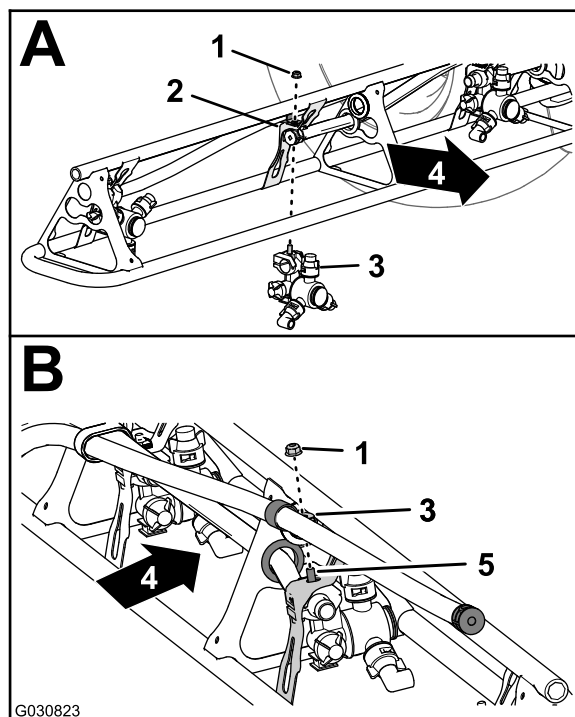

Рисунок 130
- В положениях сопел 1 и 4 установите распылительное сопло на крепление сопла (вид А на Рисунок 130) при помощи фланцевой контргайки (5/16 дюйма), снятой при выполнении пункта 2 раздела Демонтаж распылительных сопел с наружных секций опрыскивателя (страница 59).
- В положениях сопел 2 и 3 установите распылительное сопло на крепление сопла (вид А и В на Рисунок 130) при помощи фланцевой контргайки (5/16 дюйма), снятой при выполнении пункта 2 раздела Демонтаж распылительных сопел с наружных секций опрыскивателя (страница 59).